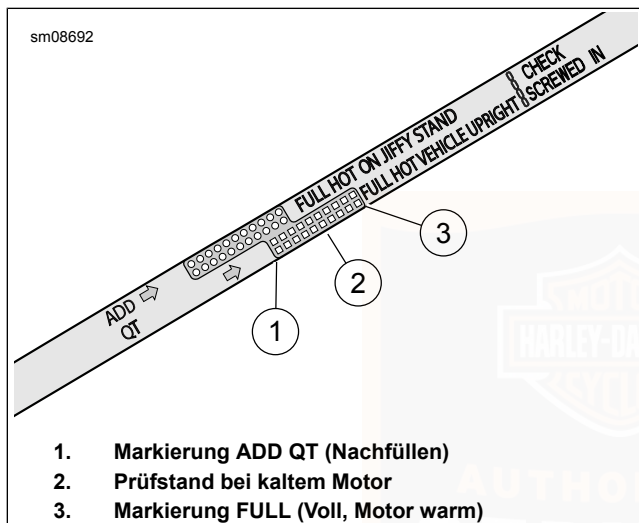

Abbildung 62. Motor-Ölmesstab (Anzeige VEHICLE UPRIGHT [Fahrzeug aufrecht])
- e. Siehe Abbildung 62. Ölstand prüfen. Der korrekte Ölstand bei kaltem Motor liegt auf halbem Wege (2) zwischen den Markierungen ADD QT (Nachfüllen) (1) und FULL HOT (Voll, heiß) (3) auf dem Ölmesstab.
5. Ölstand prüfen. Nur so viel Öl nachfüllen, um den Füllstand zwischen die Ölmesstab-Markierungen ADD QT (1) und FULL HOT (3) zu bringen.
- e. Siehe Abbildung 62. Ölstand prüfen. Der Ölstand sollte zwischen den Markierungen ADD QT (Nachfüllen) und FULL HOT (Voll, heiß) auf dem Ölmessstab stehen.